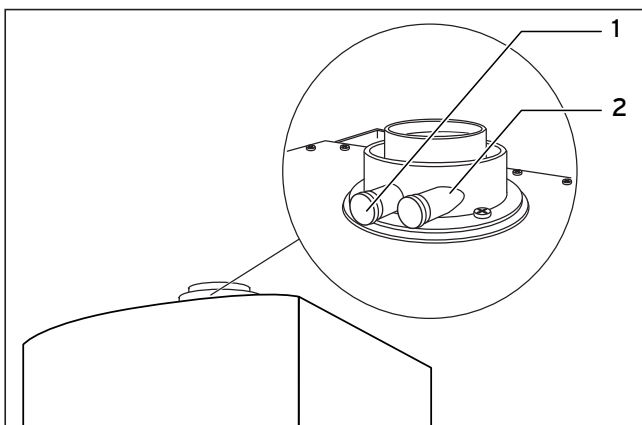

Abb. 7.6 Schornsteinfeger-Messöffnungen
- Nehmen Sie Messungen im Abgasweg an der Prüföffnung (1) vor (Abb. 7.6). Messungen im Luftweg können Sie an der Prüföffnung (2) vornehmen.